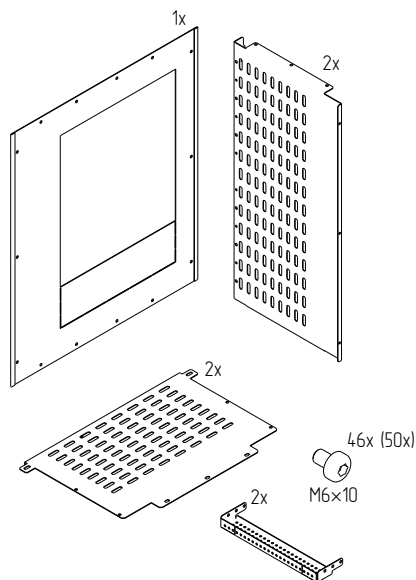

Рисунок 59
4.22.2 Проверить комплектность (рисунок 59).